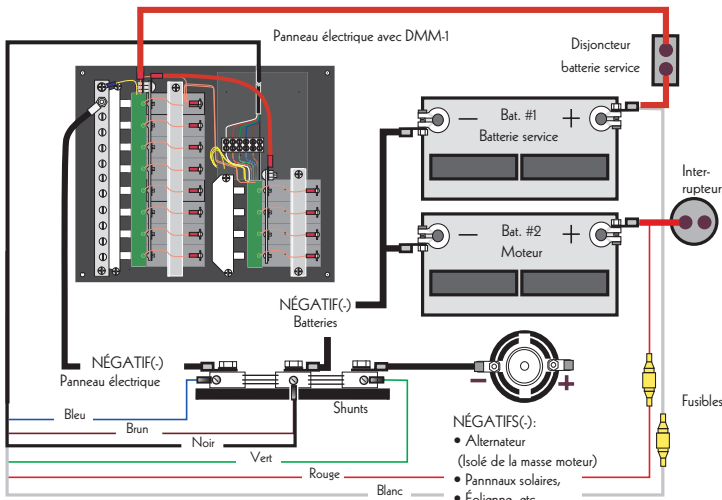
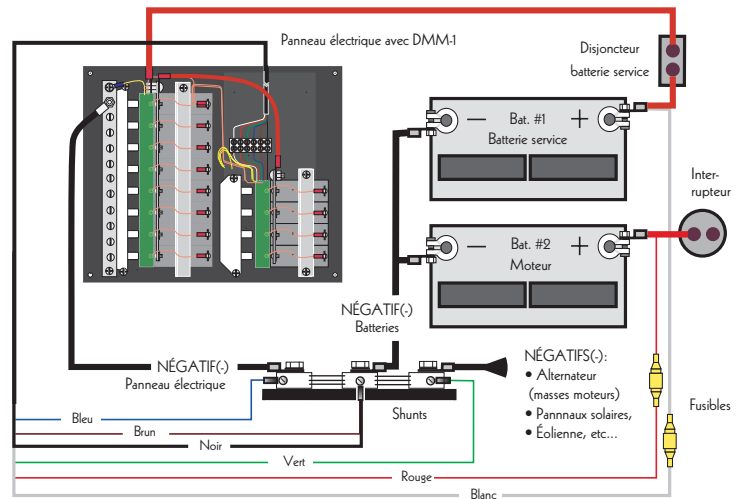
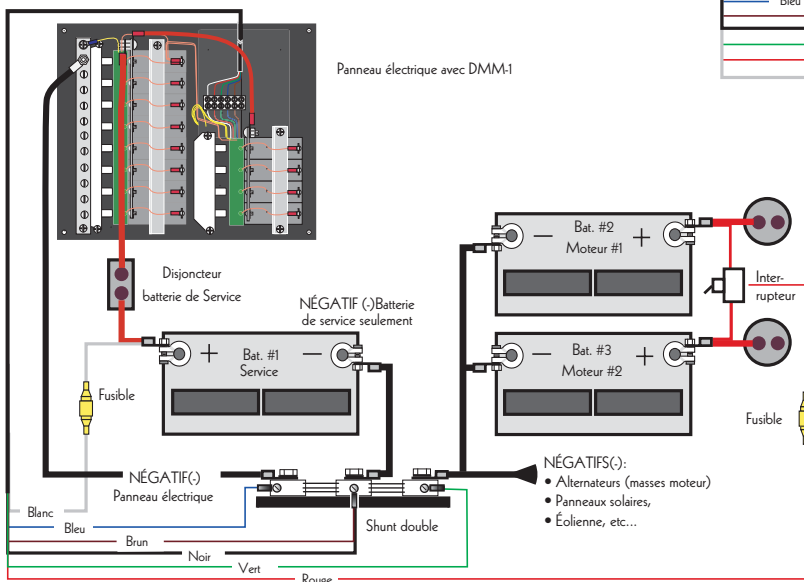

Figure 5: Installation avec Négatif(-) de l'alternateur isolé de la masse
Figure 6: Installation avec Négatif(-) de l'alternateur relié à la masse des moteurs de moins de 4 cylindres
Figure 7: Installation avec Négatif(-) de l'alternateur relié à la masse des moteurs de 4 cylindres et plus
**NOTES IMPORTANTES:** Sur certains bateaux et la plupart des véhicules récréatifs, la borne NÉGATIVE (-) de l'alternateur est reliée à la masse du moteur principal, il en va de même pour le démarreur. Si tel est le cas et que vous avez un moteur de plus de 4 cylindres, ayant un courant de démarrage soutenu supérieur à 200 A., vous pouvez endommager les shunts et empêcher le moteur de démarrer. Il est donc important d'avoir, dans ce cas, une sortie de courant électrique négative séparée sur l'alternateur (voir Figure 5) ou de ne relier que la (les) batterie (s) à décharge profonde aux shunts (voir Figure 7). Les batteries à décharge profonde ne seront pas utilisées pour le démarrage dans ce cas.
La figure 5 illustre une situation idéale avec un alternateur dont la sortie négative est isolée de la masse.
La figure 6 illustre le cas d'un alternateur dont le négatif est relié à la masse du moteur de moins de 4 cylindres, les étapes suivantes seront effectuées de la même façon sauf que l'on peut relier la masse du moteur au shunt de charge et ce seulement pour les moteurs de moins de 4 cylindres (voir Figure 6).
La figure 7 illustre le cas d'un alternateur ou des alternateurs dont le (s) négatif (s) est (sont) relié (s) à la masse du (des) moteur (s) de 4 cylindres et plus, sur un bateau à moteur ou véhicule récréatif, les étapes suivantes sont effectuées de la même façon, sauf que le câble de la masse du (des) moteur est relié au shunt de charge et ensuite aux banques de batteries à décharge profonde seulement (voir Figure 7).
Les shunts viennent donc s'insérer en série avec le câblage électrique négatif des appareils de charge des batteries ou du panneau de distribution en courant continu. (voir figures 5, 6 ou 7).
- Il est possible que vous ayez des retours de courant par le VHF et son antenne, reliée à la masse du moteur, en passant par le mat du voilier et la quille, par exemple. Il est donc fortement suggéré d'avoir une sortie de courant électrique NÉGATIVE( - ) bien isolée de la masse, sur l'alternateur, pour mesurer le courant de charge et de décharge séparément sur 2 shunts(selon la figure 5) ou faire le câblage selon les figures 6 ou 7 et d'isoler la masse du(des) moteur(s) de la quille, du mat et tout les équipements qui déchargent les batteries.